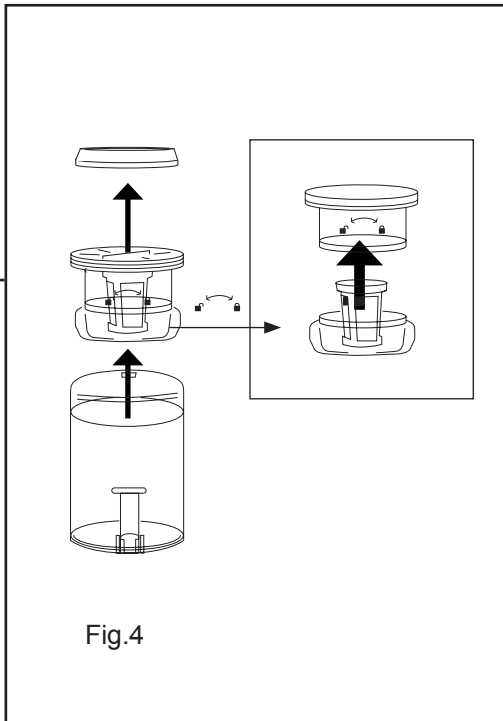

Fig.4
- Retirar el filtro de su alojamiento (Fig. 4).